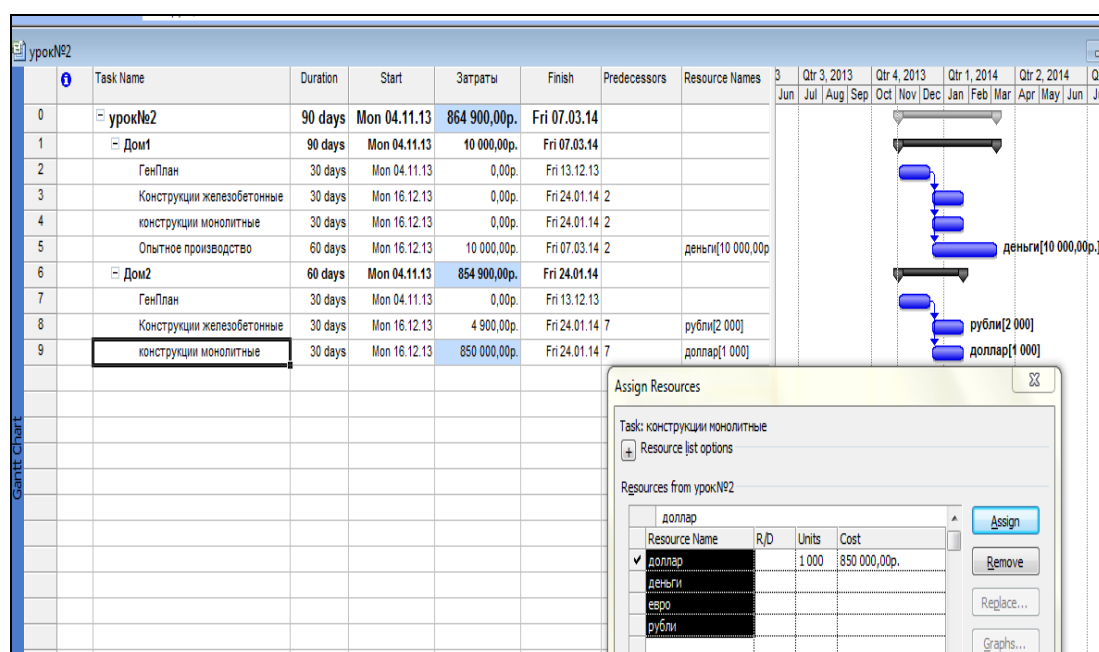

Рисунок 12 – Назначение ресурсов с использованием текущего курса
11. Назначим для операции «**Конструкции монолитные**», которые выполняют *подрядчики* расчеты в долларах, т.к. существует кризис в отрасли. Предположим, что у подрядчика будет 1000 долларов (см. рис. 12).